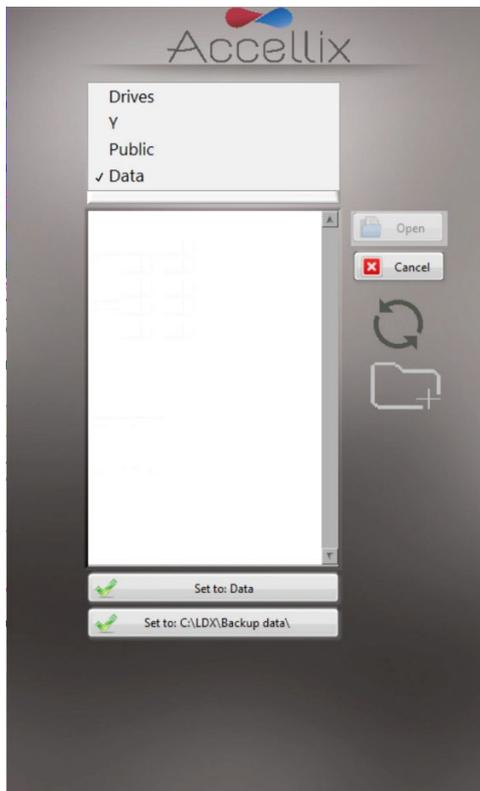

图32： 设置数据目的位置配置屏幕
- 在 **Destination Location** (目的位置) 功能中选择复制的目的位置 (图 32)。在复制文件前, 请参见第 12.7.2 节以设置目的位置 (如有必要)。
轻触文件夹图标显示 **Set Data Destination Configuration (设置数据目的位置配置)** 屏幕(图 32):